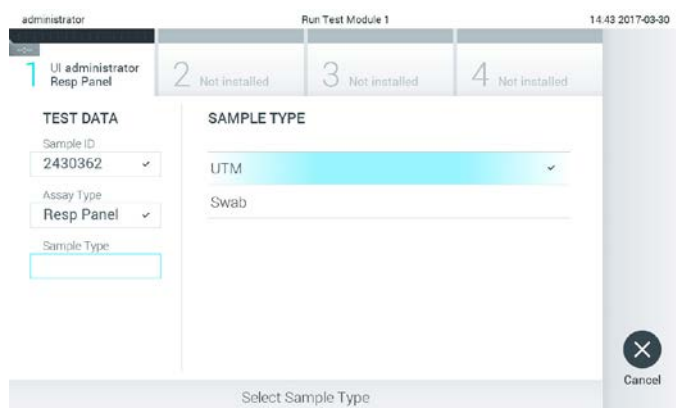

Figura 25. Selecionando o tipo de amostra.
4. Se necessário, selecione o tipo de amostra apropriado a partir da lista (Figura 25).